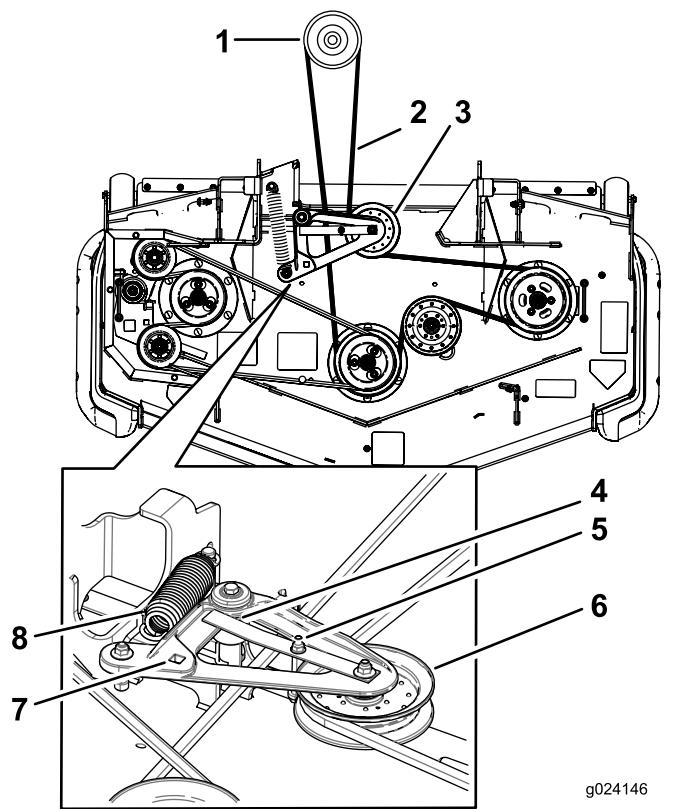

Figura 102
6. Utilice una llave de carraca en el taladro cuadrado del brazo tensor para aliviar la tensión del muelle tensor (Figura 102).
8. Pase la correa nueva alrededor de las poleas del cortacésped y de la polea del embrague, debajo del motor (Figura 102).
9. Asegúrese de que la pestaña de la guía de la correa entra en contacto con el buje pivotante (Figura 102).
10. Utilizando la llave de carraca en el taladro cuadrado, instale la correa alrededor de la polea tensora tensada con muelle (Figura 102). Asiente los extremos del muelle en las ranuras de anclaje.